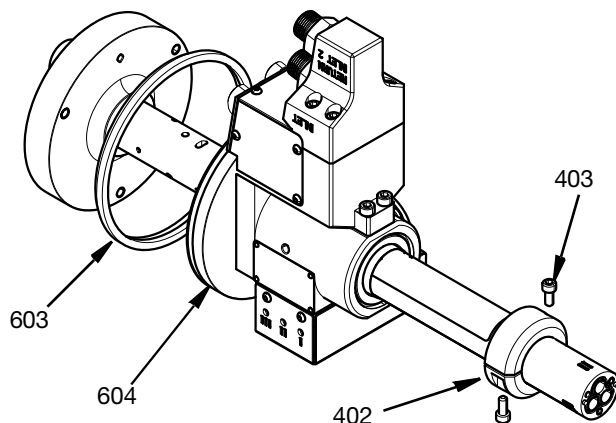

FIG. 25
5. Placez la bague d'étanchéité (603) dans la rainure située à l'extérieur du boîtier du palier (604). Faites glisser l'unité terminée sur le corps central (101) et assurez-vous que la face du boîtier du palier est bien serrée contre la face du corps central. Faites glisser la bague de verrouillage (401) sur le corps central et serrez les deux vis M5 (403) au couple de 6,5 N•m. Voir FIG. 25.